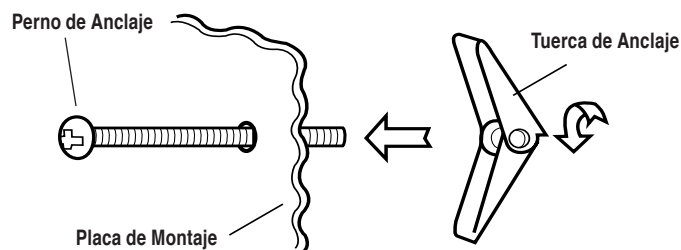

Figura 15
- IMPORTANTE** Utilice la plantilla de montaje que se incluye para el uso de tornillos para madera para sujetar la placa de montaje a la columna o columnas. Utilice los pernos de anclaje para sujetar la placa de montaje a través de los orificios en A, B, C y D A MENOS QUE ESTOS ORIFICIOS SE ENCUENTREN UBICADOS SOBRE LA COLUMNA. Inserte un perno de anclaje en A, B, C y D donde sea apropiado (éstos corresponden a los orificios de la plantilla de pared) y coloque las tuercas de anclaje sobre los pernos de anclaje. Vea la Figura 15. Consulte las instrucciones de la plantilla de pared.